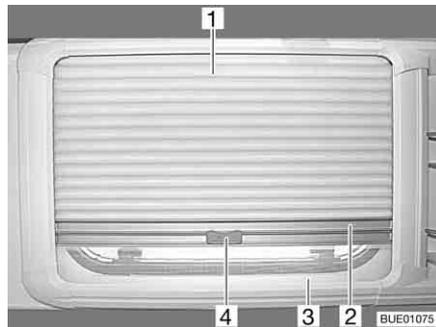

Bild 53 Ausstellfenster
- Faltverdunklung (Bild 53,1) in der Mitte der Griffleiste (Bild 53,2) fassen, von oben nach unten ziehen und auf der gewünschten Höhe loslassen. Die Faltverdunklung bleibt in dieser Höhe stehen.
- Insektenschutzrollo (Bild 53,3) am Griff (Bild 53,4) nach oben ziehen, bis es an der Faltverdunklung (Bild 53,1) anstößt.
- Griff (Bild 53,4) am Insektenschutzrollo kippen.